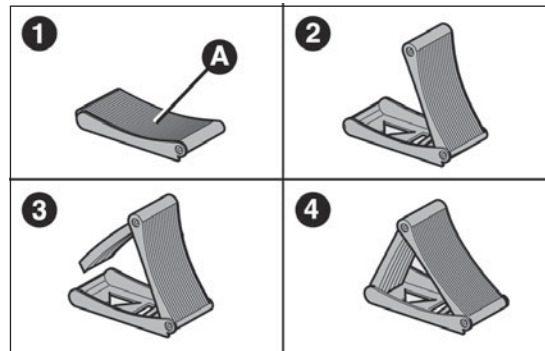

fig. 157
- ☐ extraer la cuña de bloqueo A de la bolsa de herramientas y abrirla en forma de libro de acuerdo con el esquema fig. 157;